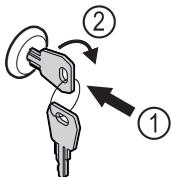

Fig. 172
- 按入钥匙 Fig. 172 (1)。
- 将钥匙顺时针转动 90° Fig. 172 (2)。